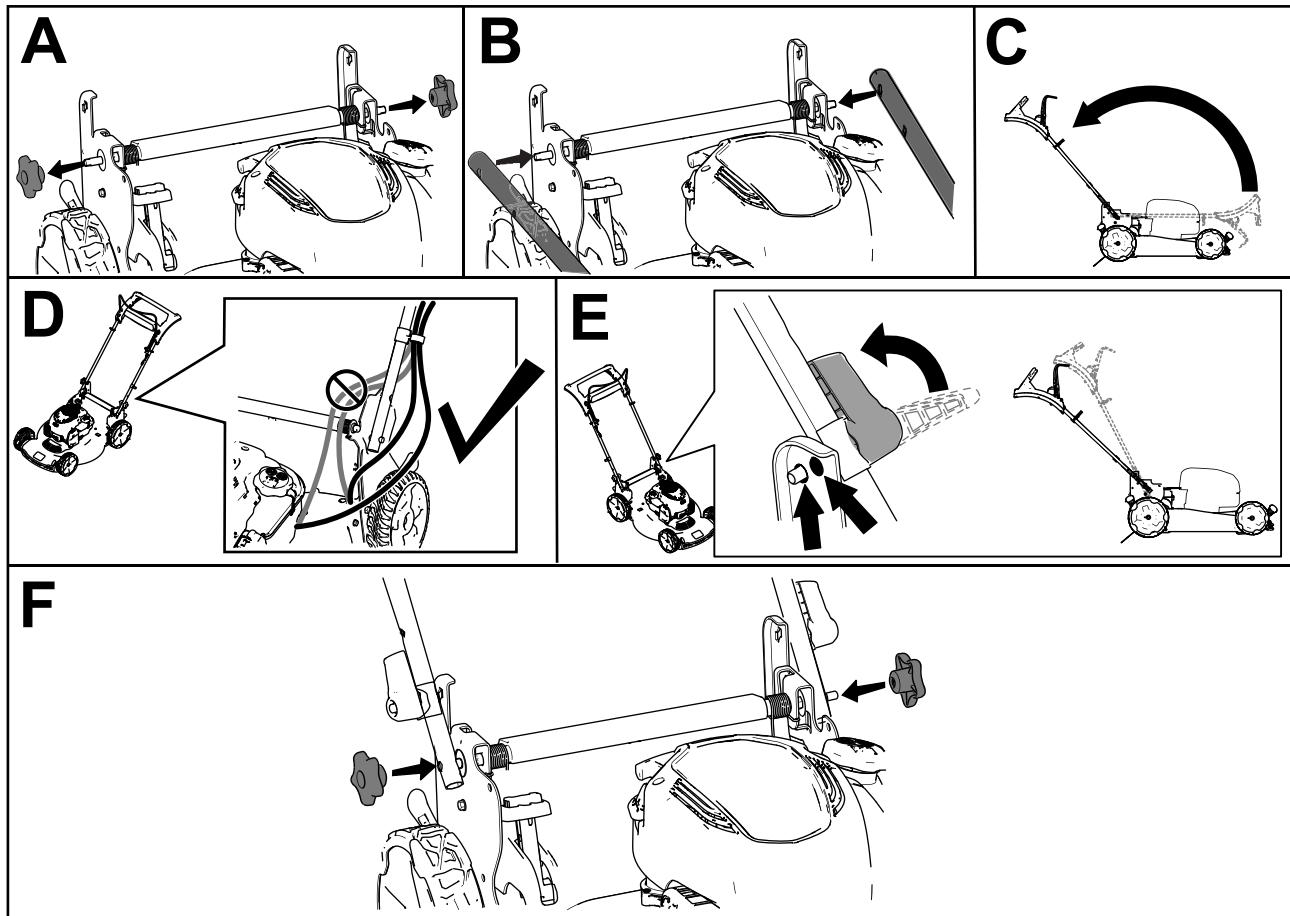

Figura 3
**Nota:** Certifique-se de que os cabos estão encaminhados para o exterior da pega e não estão entalados (D da Figura 3).